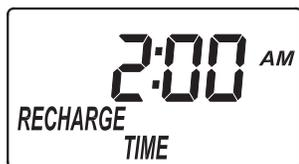

FIG. 21
1. Si vous avez réalisé l'étape précédente, le mot « RECHARGE TIME » (heure de régénération) apparaît à l'écran (cf. Figure 21); sinon, appuyez sur le SÉLECTEUR (select) à plusieurs reprises pour l'afficher.